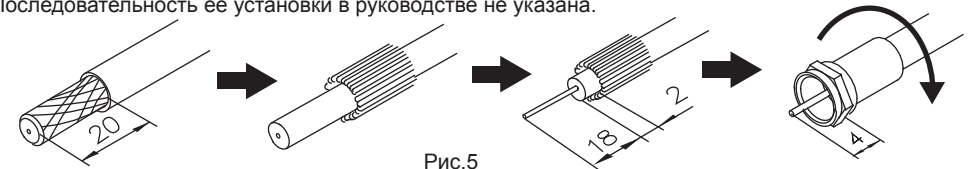

Рис.5
2. Последовательность действий для установки вилки F-типа показана на рис.5. Для снятия внешней изоляции и изоляции центрального проводника используйте монтажный нож. Подготовка кабеля для установки телевизионной вилки зависит от её конструкции. Последовательность ее установки в руководстве не указана.